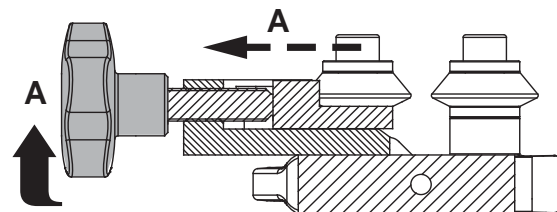

FIG. 1
- 1 Beide Feststellräder vom Werkzeug lösen um den Rillenfahrdrast einführen zu können (Bild 1).
- 1 Destornillar ambas palomillas del dispositivo para distanciar las ruedas ranuradas (fig. 1).
- 1** Svitare entrambi i volantini del dispositivo per distanziare le ruote sagomate (FIG. 1).